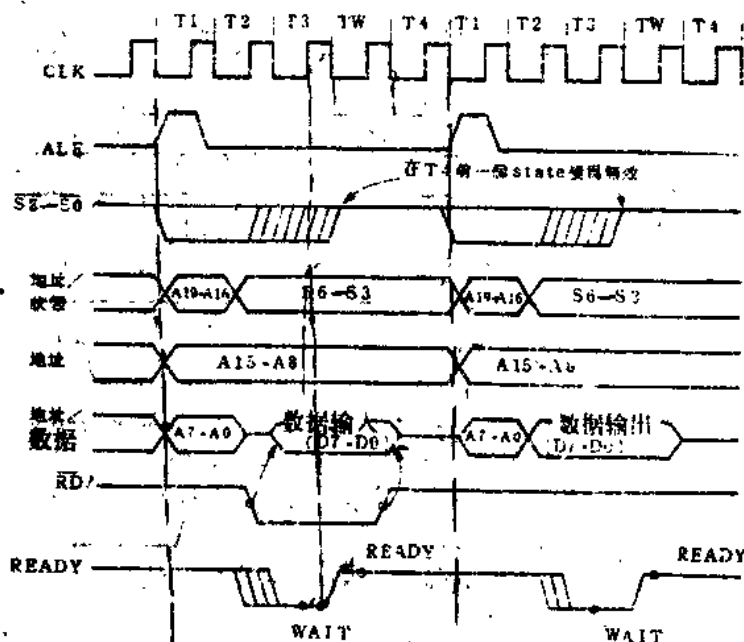

图 1-9 基本系统时序
每个处理器总线周期至少包含 4 个 CLK 周期 (参考图 1-9)。我们用 T1、T2、T3 和 T4 来表示这 4 个 CLK 周期。在 T1, 地址由处理器内发出而数据的传送则发生在 T3 和 T4 之间。T2 主要是在 read 周期中用来改变总线方向的。如果在周期运行时, 被 CPU 寻址到的设备不能在 4 个 CLK 时钟内完成 ("NOT READY"), 它可以控制 READY 信号, 使 "wait" states (TW) 能够插在 T3 和 T4 中间。每个插入的 "wait" state 时间都和 CLK 周期时间相同。如果 8088 在相邻两个总线周期内不使用总线, 则这些 CLK 周期称为 "idle" states (T1)。在这些周期里, 8088 完全执行内部的运算。